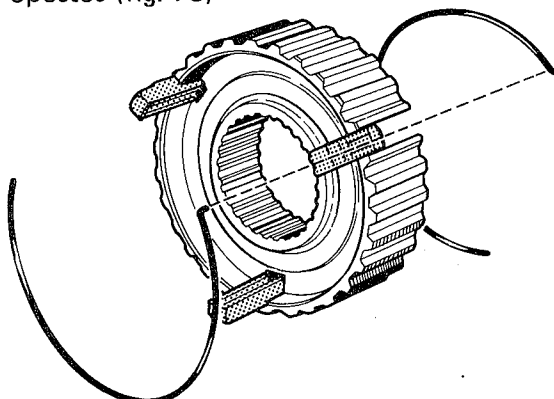

fig. 78
1. Para a montagem dos conjuntos sincronizadores, instalar o anel no cubo e introduzir as travas no mesmo. Instalar as molas das travas, observando que suas pontas dobradas fiquem encaixadas na mesma trava, porém em lados opostos (fig. 78)